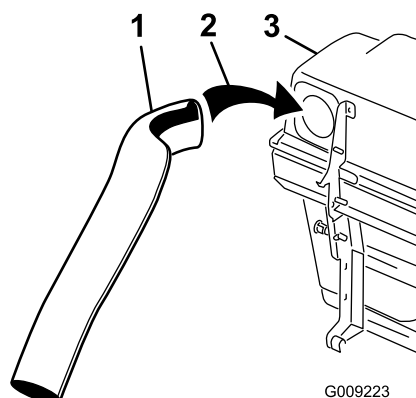
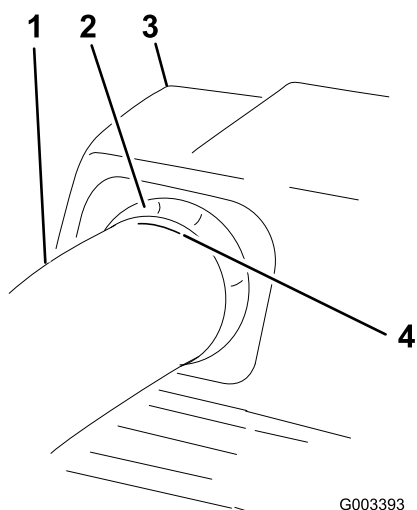

Bild 22
Bild 24
5. Setzen Sie das obere Rohr in die Öffnung am Heckfangsystem ein und ziehen es zurück, sodass die Gummidichtung hervorsteht (Bild 22 und Bild 24).
7. Wenn Sie einen Abstand von 19 mm haben, markieren Sie das obere Rohr außen an der Stelle, an der die Gummidichtung hervorsteht. Die Markierung stellt die richtige Position für das obere Rohr sicher, wenn Sie die Löcher bohren und das obere und untere Rohr anschließen (Bild 24).